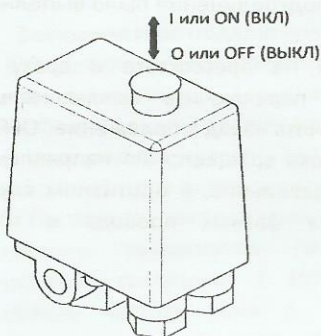

Рисунок 4
- 1 Проверьте, чтобы выключатель на прессостате находился в выключенном положении "0" или "OFF", в зависимости от исполнения (см. рисунок 4).
- 4 Включите компрессор выключателем на прессостате. Для этого необходимо переключить выключатель в положение "I" или "ON", в зависимости от исполнения (см. рисунок 4).
- 1 Переключите выключатель на прессостате в положение "0" или "OFF", в зависимости от исполнения (см. рисунок 4).